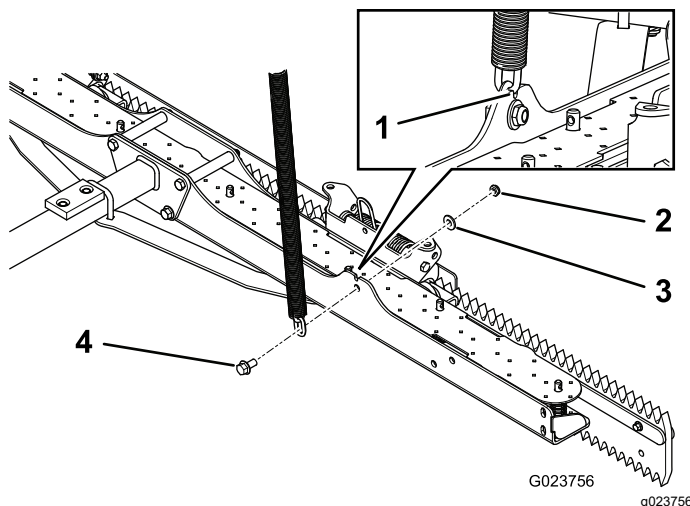

Figura 8
1. Inserite un bullone (3/8 x 3/4 poll.) in una catena di sollevamento, quindi fissatelo alla piastra inferiore con una rondella (3/8 poll.) e un dado di bloccaggio (3/8 poll.); fate riferimento a Figura 8.
Nota: Per garantire che la lunghezza catena non cambi a causa della rotazione, accertatevi che il secondo anello della catena stia nell'intaglio situato sopra il foro per il bullone, come illustrato in Figura 8.